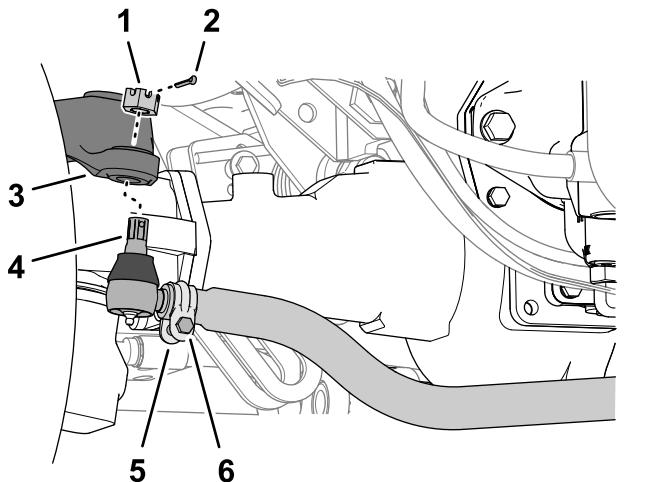

Figure 154
1. Sur le pont arrière, retirez la goupille fendue et l'écrou crénelé de l'extrémité de la biellette (Figure 154).
3. Desserrez les fixations aux deux extrémités des biellettes (Figure 154).